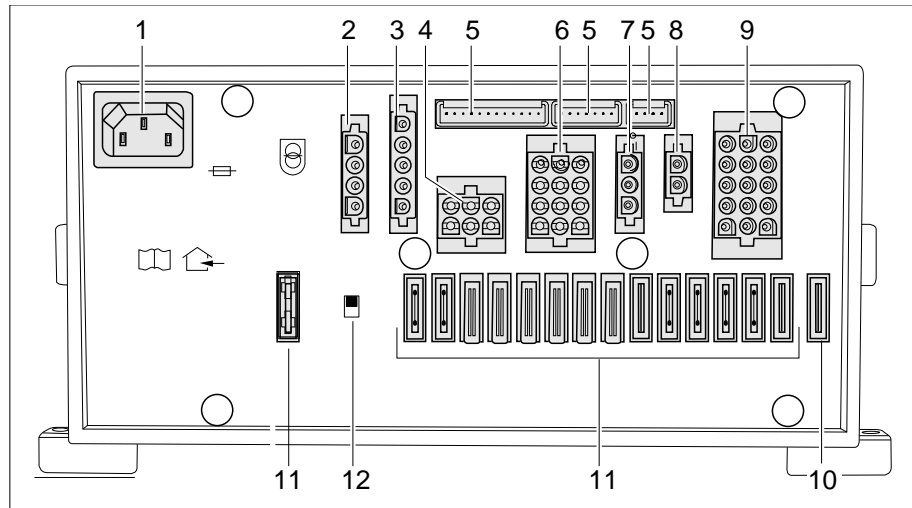

Bild 242 Elektroblock (EBL 111)
- ▷ Der Batterie-Trennschalter (Bild 242,12) trennt alle Verbraucher, die am Elektroblock angeschlossen sind, vom 12-V-Netz.